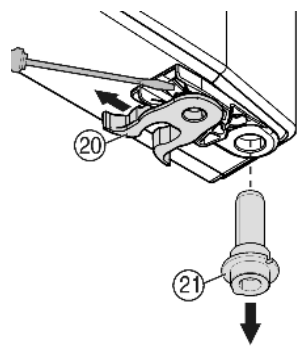

Fig. 10
- ▶ Federklemme Fig. 10 (20) umsetzen: Rastnase runterdrücken, Federklemme darüber hinweg abziehen.
- ▶ Lagerbolzen Fig. 10 (21) aus der Türbuchse herausziehen und zusammen mit der Scheibe auf der Gegenseite einsetzen. Die Rastnase muss zur Innenseite der Tür zeigen, die Kerbe zur Außenseite.
- ▶ Tür unten einschwenken und den Lagerbolzen Fig. 10 (21) in den Lagerbock einsetzen. Ggf. den Lagerbolzen drehen, so dass er einrasten kann.